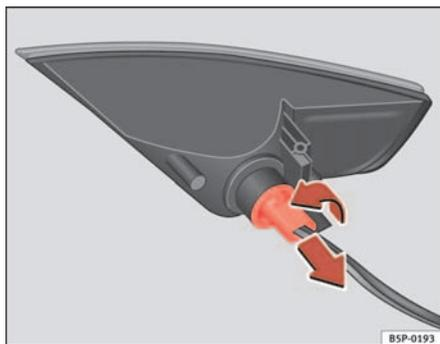

Fig. 186 Indicatore rimosso dal paraurti
- Girare il portalampade verso sinistra, ed estrarlo seguendo il senso della freccia ⇒ fig. 186.